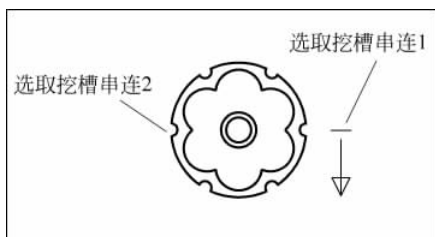

图 5-57 选择挖槽轮廓
(2) 单击“2D 刀具路径”操作栏上的“挖槽”按钮,或选择“刀具路径”→“挖槽”,根据系统提示选择串连外形,然后根据如图 5-57 所示选择挖槽的外形轮廓,单击“选择”对话框中的“确定”按钮,结束串连选择。